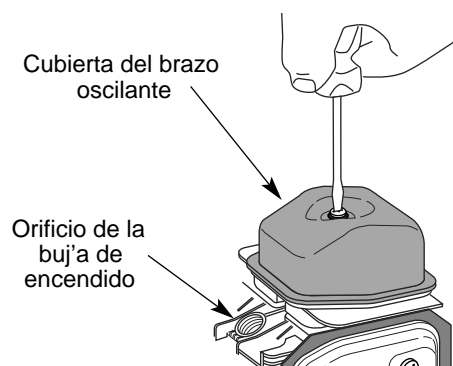

Fig. 65
7. Limpie la suciedad de alrededor de la cubierta del brazo oscilante. Saque el tornillo que sostiene la cubierta del brazo oscilante con un destornillador grande de vástago plano o con una broca Torx T-25 (Fig. 65). Saque la cubierta y la junta del brazo oscilante.
- ✘ El pistón se encuentre en la parte superior de su recorrido mientras mira dentro del orificio de la bujía de encendido (Fig. 65).